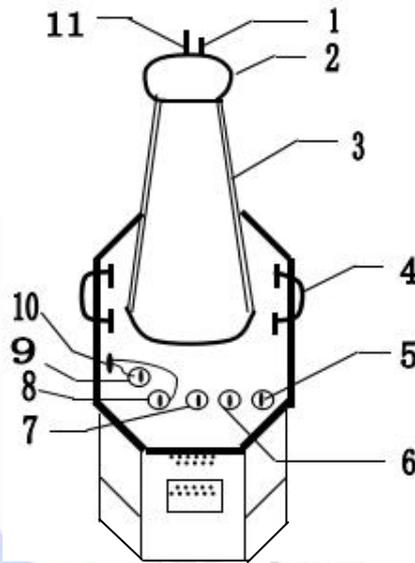

图 1 交直流试验变压器结构图
1. 交直流油浸式试验变压器：本套设备所配备的交直流试验变压器采用单框芯式铁芯结构。初级绕组绕在铁芯上，高压绕组在外，这种同轴布置减少了漏磁通，因而增大了绕组间的耦合。产品的外壳制成与器芯配合较佳的八角形结构，整体外形显得美观大方。交直流试验变压器结构图如图 1。